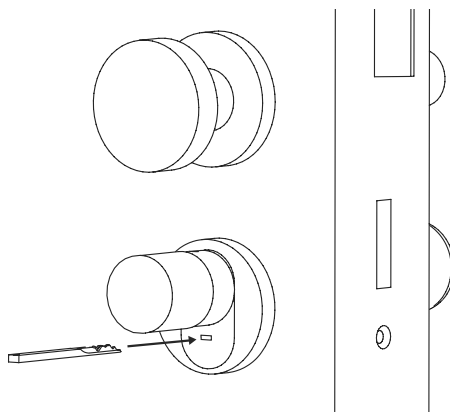

Fig. 11
- ① Para abrir la cerradura, despliegue la llave de seguridad por la articulación e introdúzcala a continuación por la ranura indicada en la cubierta de la cerradura de emergencia (Fig. 11).
- ② Gire la llave 90 grados en el sentido horario. Dado el caso, gire el pomo exterior ligeramente hacia la izquierda y la derecha para liberar el mecanismo. La cerradura se abrirá como máximo tras dar dos vueltas completas al pomo del cilindro.
- ③ Una vez abierta la puerta, gire la llave de seguridad hasta que recupere su posición inicial (90 grados en sentido antihorario) y sáquela de la cerradura.
- ④ Para que el cilindro de cierre vuelva a colocarse en la posición de cierre habitual, gire el pomo exterior dos vueltas completas en ambos sentidos. De esa manera el mecanismo quedará enclavado y la cerradura de emergencia quedará completamente cerrada.